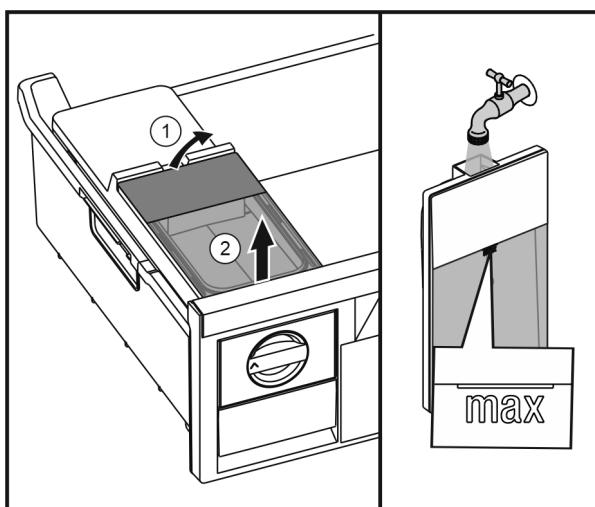

Fig. 43
- Поднять бак для воды сзади Fig. 43 (1) и извлечь движением верх Fig. 43 (2).